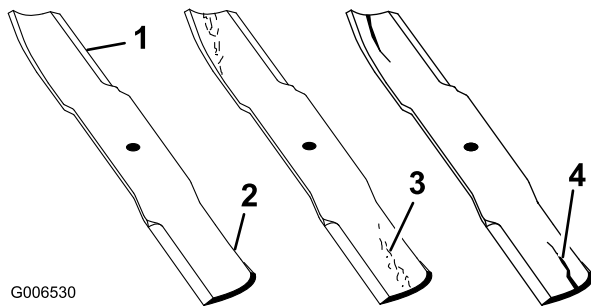

Bild 74
1. Untersuchen Sie die Schnittkanten (Bild 74). Entfernen und schärfen Sie die Messer, wenn die Schnittkanten nicht scharf sind oder Auskerbungen aufweisen. Siehe Schärfen der Messer“.
2. Prüfen Sie die Schnittmesser, insbesondere den gebogenen Bereich (Bild 74). Wenn Sie Schäden, Verschleiß oder Rillenbildung in diesem Bereich feststellen (Bild 74), sollten Sie sofort ein neues Schnittmesser einbauen.